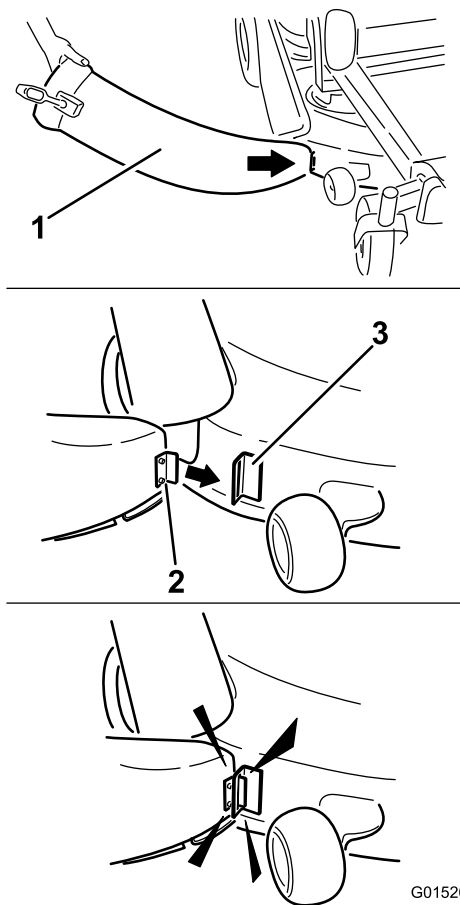

Figure 24
- Inclinez la languette en métal à l'avant de la goulotte dans la fente du support qui est soudé au plateau de coupe (Figure 24).